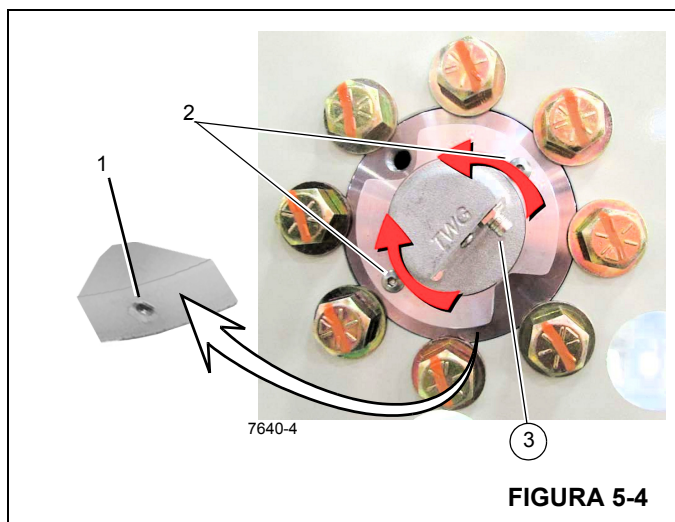

FIGURA 5-4
7. Solte o parafuso de trava (1, Figura 5-4) na lateral do DRI.
8. Usando os furos de chave de boca (2, Figura 5-4) gire o DRI, de forma que o conector (3) fique voltado para baixo.
9. Aperte o parafuso de trava (1, Figura 5-4) depois que o DRI estiver posicionado conforme desejado.